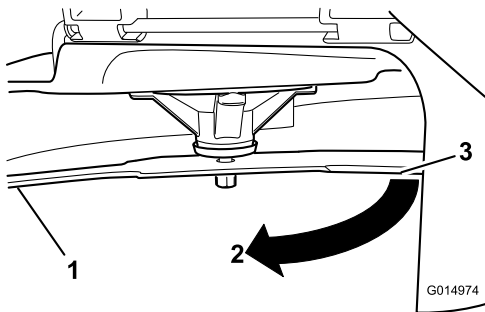

Figura 62
3. Segunda distância medida entre a lâmina e a superfície (B)
4. Rode a mesma lâmina 180 graus para que a extremidade de corte oposta fique na mesma posição (Figura 62).